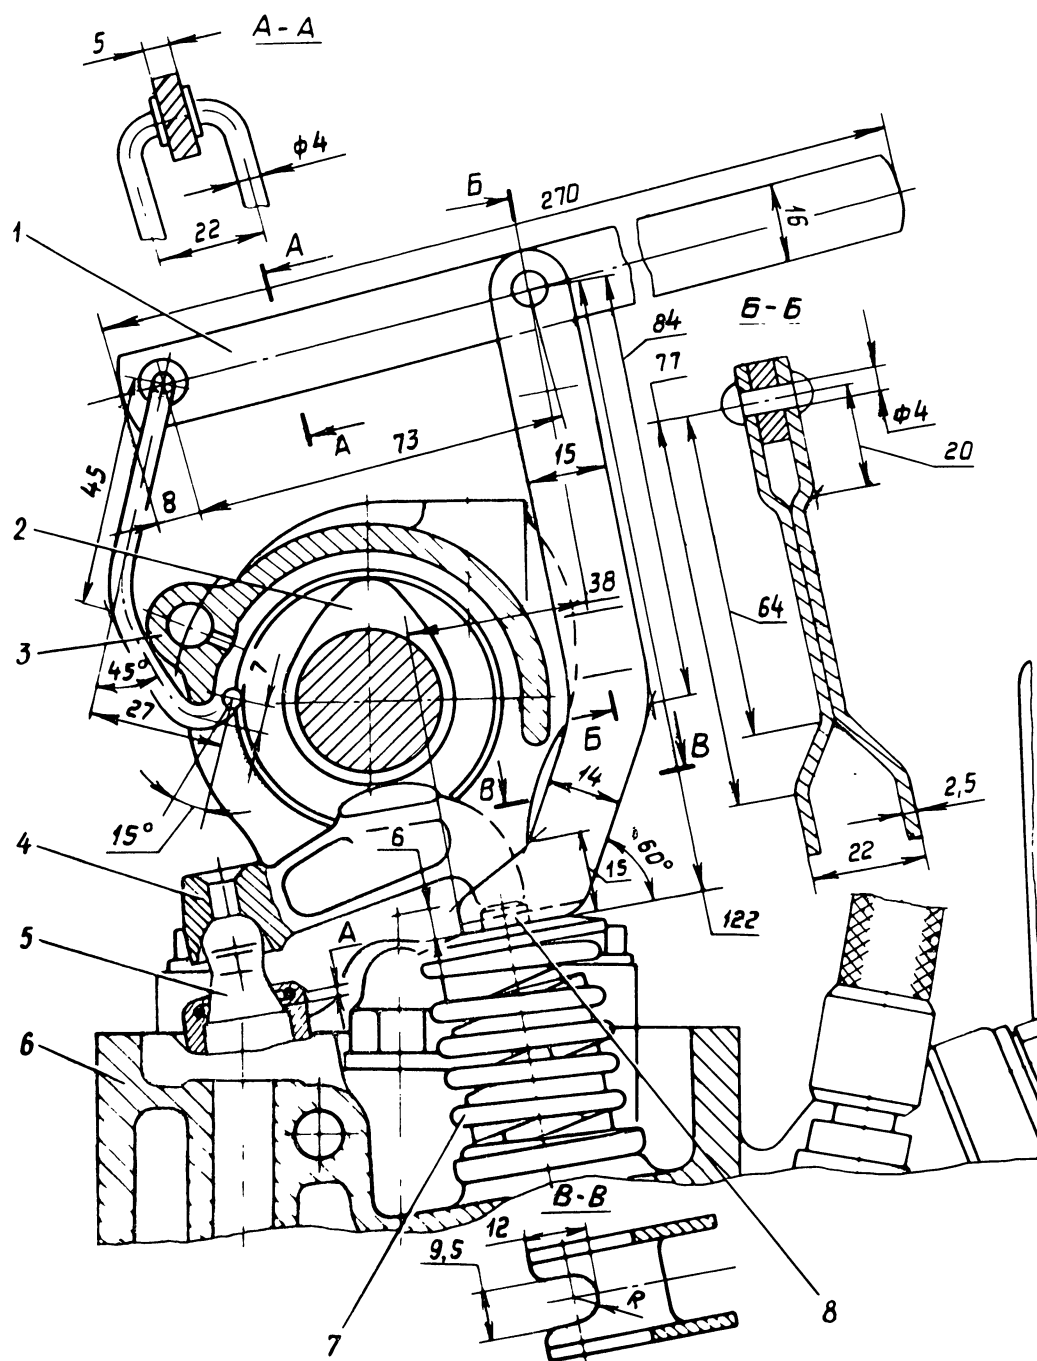

Рис. 22. Приспособление для отжима пружин клапанов двигателя:
2. Специальным приспособлением (рис. 22) отжать пружину клапана на 4–5 мм, рычаг клапана при этом освободится и плунжер гидроупора под действием собственных пружин передвинется вверх до упора в запорное кольцо. Нормальный ход  $A$  плунжера гидроупора должен быть в пределах 0,7–3,5 мм. При других величинах хода плунжера необходимо выяснить причину неисправности. Перед отжатием клапанов коленчатый вал необходимо повернуть таким образом, чтобы поршень первого цилиндра не доходил или переходил верхнюю мёртвую точку на  $30\text{--}60^\circ$ . Это легко установить по указателю ВМТ и шкале на маховике гасителя крутильных колебаний.